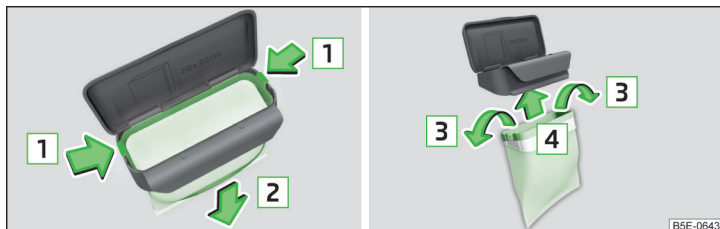

Fig. 118 Remplacement du sac
- Comprimez les deux crans sur le cadre dans le sens de la flèche **1** » fig. 118.